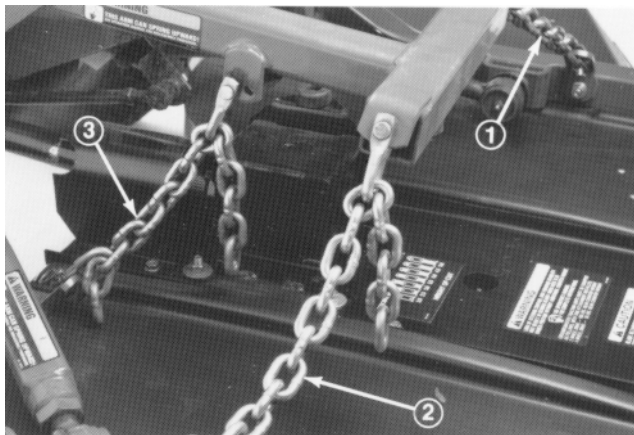

Fig. 8
1. Fäst lyftkedjorna på lyftarmen och klippenhetens kedjefästen med sex hängslen, hängsletappar (3/8 x 1 1/2 tum) samt saxpinnar (1/8 x 3/4 tum) (fig. 8). För att försäkra dig om att klippenheten lyfts upp korrekt ska du fästa kedjorna i följande länkar: